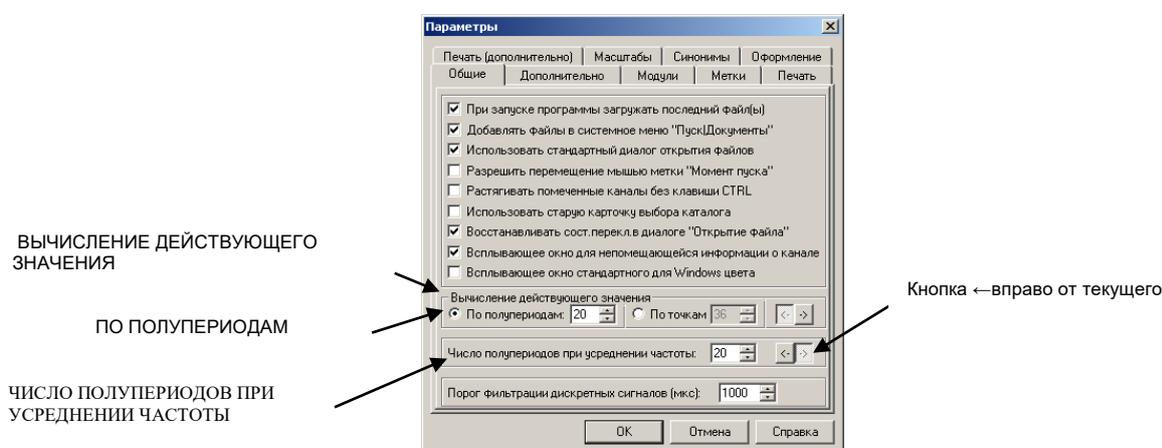

Рисунок 8
9.6.6.10 В программе TRANSCOP[®] включить меню СЕРВИС → ПАРАМЕТРЫ, → ОБЩИЕ, рисунок 8.